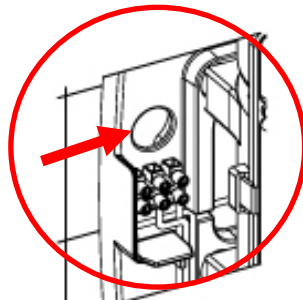

Рисунок 5.
- Пропустить питающие кабели электросети через отверстие диаметром 22 мм. (0,87"), которое расположено над колодкой подключения аппарата (Рисунок 5)
Некоторые модели сушилок 'Dualflow Plus' имеют внутреннее нагревательное устройство, которое можно включить с помощью выключателя (Рис. 5)